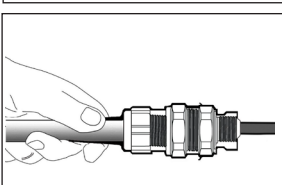

Figure 5
- Insérer le câble dans l'écrou du presse-étoupe et pousser jusqu'à ce que l'armure soit bien appuyée sur le butoir (Figure 5).